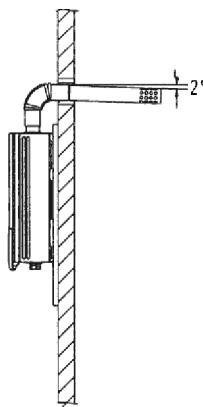

图10
- 烟道水平段应尽可能短，且安装时应有向下倾斜 $2^{\circ}$ 的坡度，以利于冷凝水和雨水的排出。(如图10)